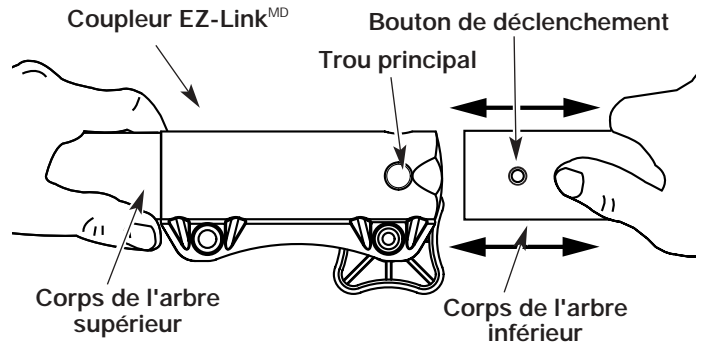

Fig. 10
2. Tenez fermement l'accessoire et enfoncez-le tout droit dans le coupleur EZ-LinkMD (Fig. 10).